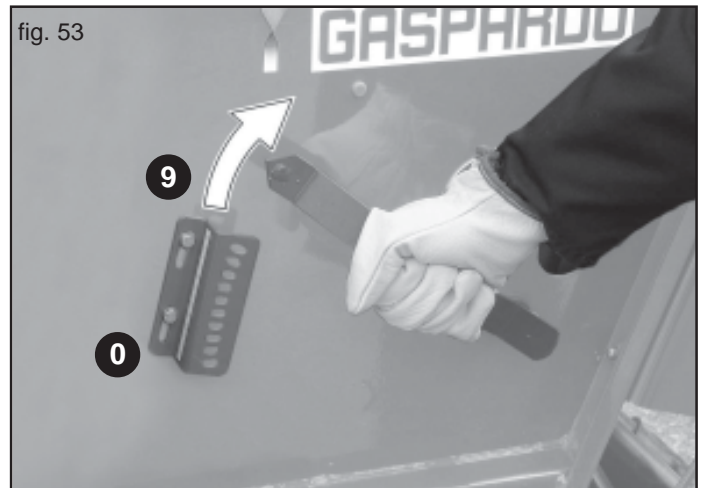

fig. 53
- per grandi quantità è consigliabile utilizzare la manovella sul cambio per ruotare l'asse agitatore, controllando così la quantità in scarico sulle vaschette; per le piccole quantità da scaricare, spostare la leva del dosatore oltre la posizione 9 (Fig. 53).